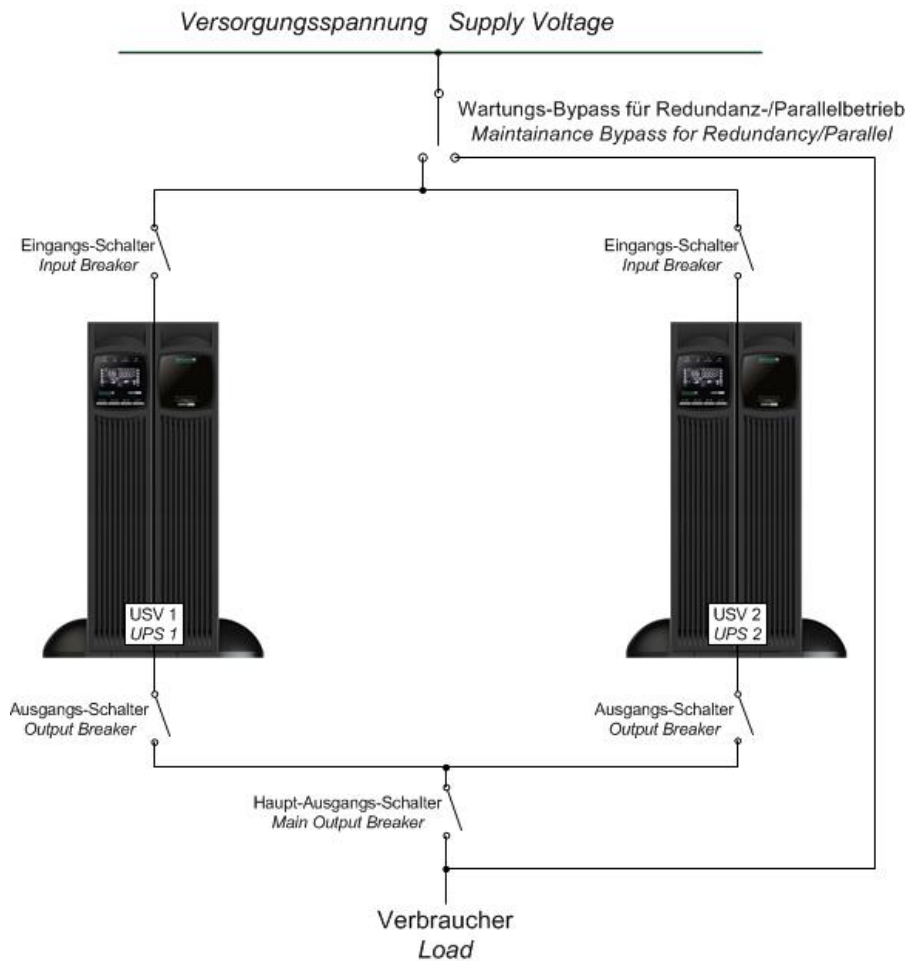

Abbildung 17: Blockschaltbild Parallelschaltung
3. Außerdem empfiehlt ONLINE eine zusätzliche Revisionsumgehung (nicht im Lieferumfang) für den Verbund zu installieren (siehe Abbildung 17: Blockschaltbild Parallelschaltung).